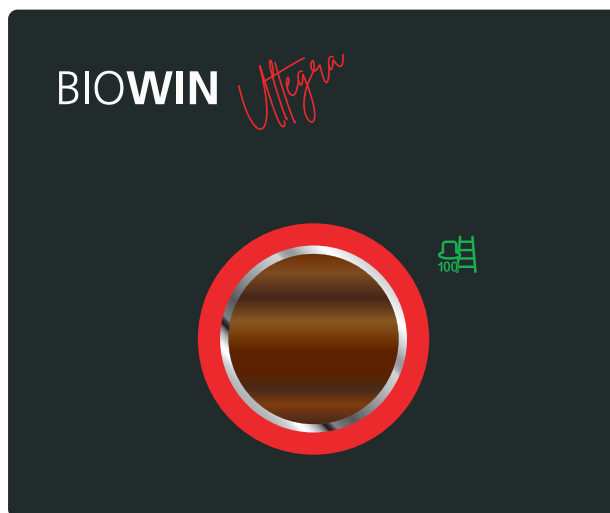

Fig. 19 Non iniziare la misurazione finché il simbolo e l'anello colorato non smettono di lampeggiare
**Nota:** Non iniziare la misurazione finché il simbolo spazzacamino 100 %  e l'anello colorato non smettono di lampeggiare e si accendono in modo fisso – Fig. 19.